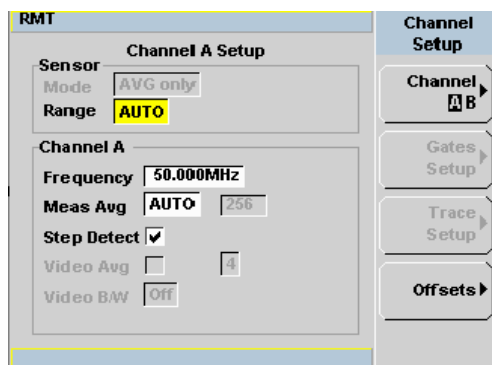

図 2-44 Channel Setup 表示
- 3  を押します。Channel Setup が図 2-44 のように表示されます。